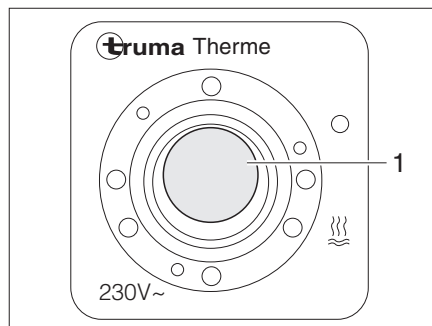

Bild 123 Brytare för varmvattenaggregat
Med brytaren (Bild 123) aktiveras eldrift. Kontrollampan (Bild 123,1) på brytaren måste lysa.
- Slå på brytaren (Bild 123). Kontrollampan (Bild 123,1) på brytaren lyser.
- Slå från brytaren (Bild 123). Kontrollampan (Bild 123,1) på brytaren slocknar.
- Slå från brytaren (Bild 123). Kontrollampen (Bild 123,1) på brytaren lyser inte.